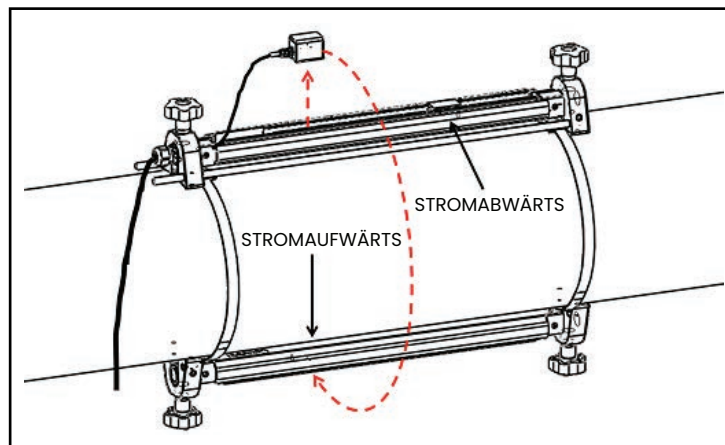

Abbildung 20: Den vorgelagerten Messkopf verlegen
- b. Entfernen Sie den vorgelagerten Messkopf von der ersten Vorrichtung (siehe Abbildung 20 unten). Entfernen Sie das Messkopfkabel und verlegen Sie es in die zweite Vorrichtung.